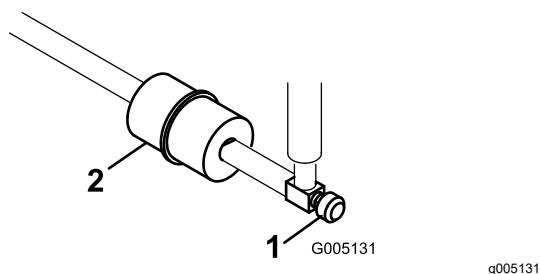

图 43
管线式燃油滤清器位于油箱与化油器之间的燃油管内图 43。
1. 关闭燃油切断阀图 43。
2. 将放油盘放到滤清器下方拧松滤清器化油器侧的软管夹然后从滤清器中取出燃油管线图 43。
3. 松开另一个软管夹然后取下滤清器图 43。